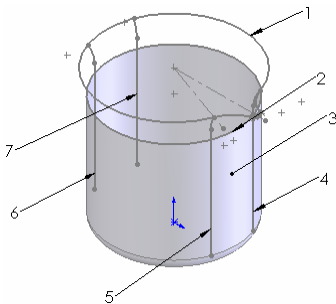

图 7-126 设置视图显示后的图形
⑪ 设置视图显示。选择菜单栏中的“视图”→“基准面”、“草图”和“基准轴”命令, 取消视图中所选项的显示, 结果如图 7-126 所示。
⑬ 设置属性管理器。在属性管理器的“轮廓”一栏中, 鼠标选择图 7-126 中的草图 1
和杯体轮廓的边线 3；在“开始约束”的下拉菜单中，用鼠标选择“与面相切”选项；在“引导线”一栏中，依次用鼠标选择图 7-126 中 2、4、5、6 和 7 所指示的草图。